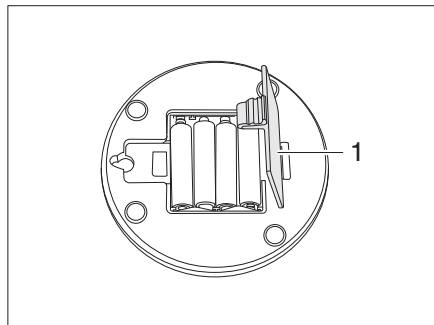

Fig. 302 Lámpara en el techo elevable
- Abrir el compartimento de la batería (Fig. 302,1) y sacar las baterías.
- Insertar nuevas baterías y cerrar el compartimento de la batería (Fig. 302,1).